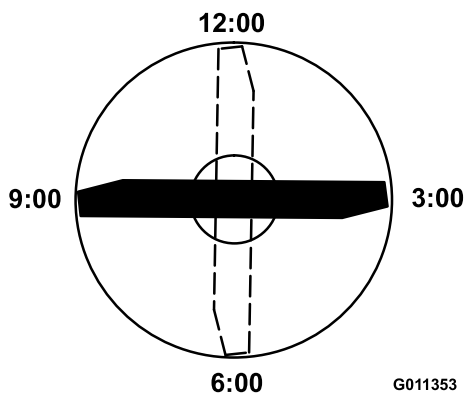

Рисунок 88
5. Поверните отмеченный конец ножа в положения «3 часа» и «9 часов» (Рисунок 88) и измерьте значения высоты.